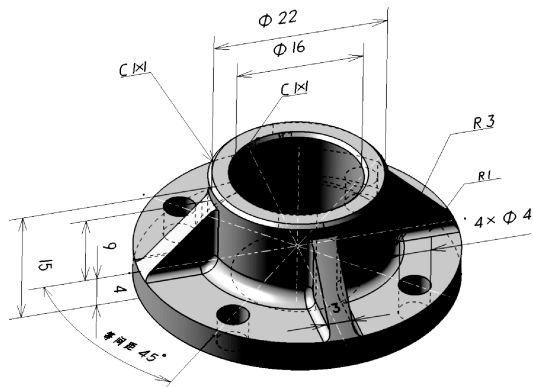

图 4-123 模型 1
- (1) 根据三维标注的轴侧图画出如图 4-123 所示的零件模型。